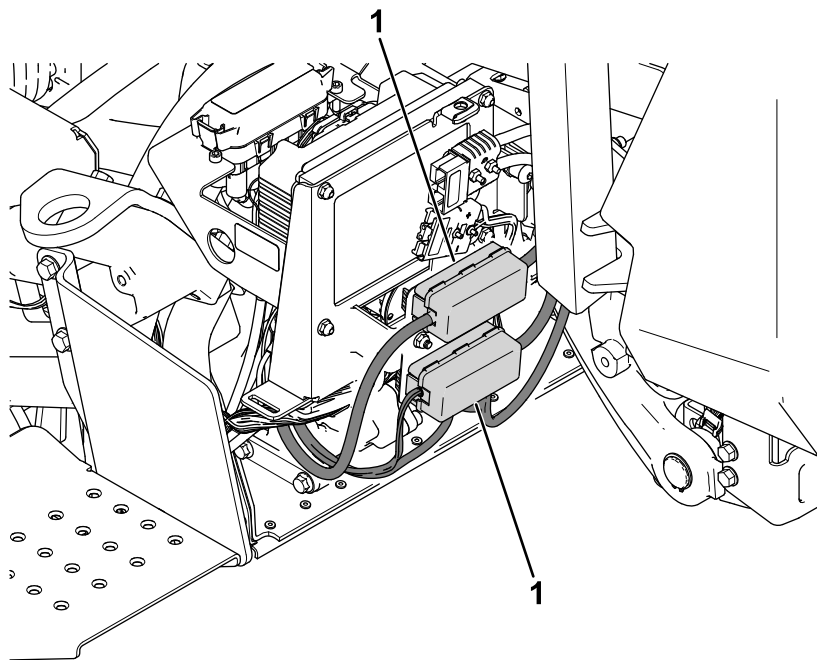

Figur 34
1. Fjern det venstre sidedekselet fra maskinen (Figur 34).
5. Monter venstre sidedeksel (Figur 34).